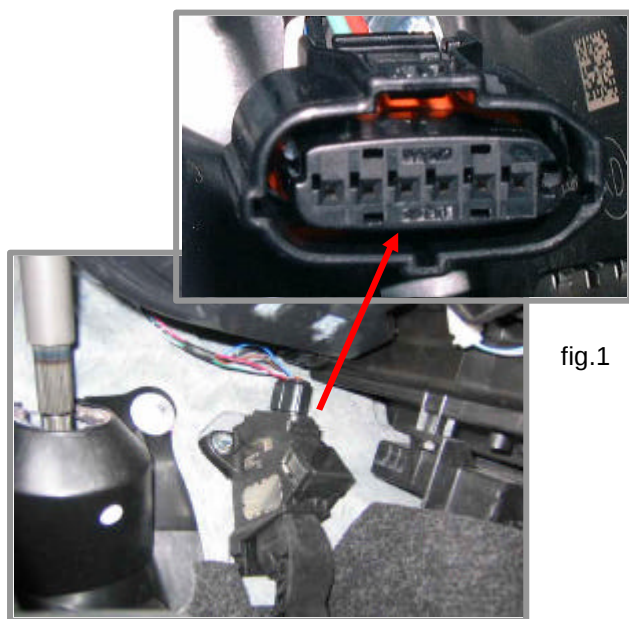

fig.1
- Soudez le fil vert en position 2 dans le connecteur de la potentiomètre (fig.1).
- Soudez le fil noir en position 4 dans le connecteur de la potentiomètre (fig.1).
- Débranchez le connecteur A (6 broches) de la potentiomètre (fig.1)